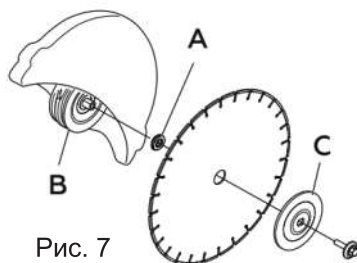
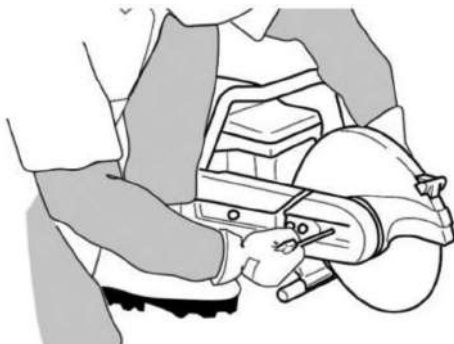

Рис. 7
Рис. 8
Блокировка вращения диска (Рис. 8)
4. Установите отрезной диск. Для этого поместите отрезной диск на переходник 4 между внутренней шайбой В и прижимной шайбой С (Рис. 7). Установите болт крепления отрезного диска, не затягивая его. Заблокируйте вращение диска. Вставьте стопор в отверстие режущего узла и поверните диск, пока он не зафиксируется (Рис. 8).